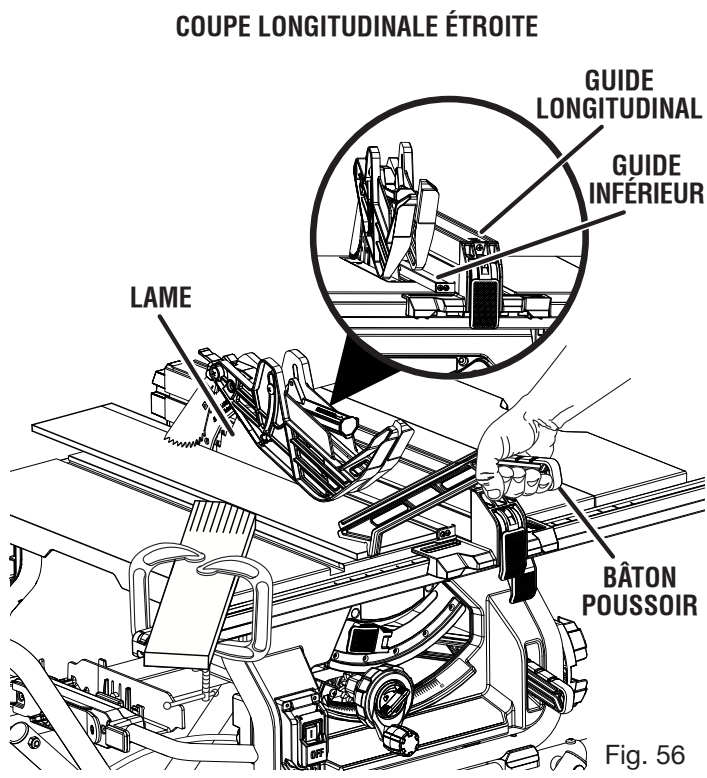

Fig. 56
**NOTE :** L'opération de coupe illustrée à la figure 56 positionnera en résultat la pièce sauvegardée entre le guide longitudinal et le côté droit de la lame. Alternativement, il est possible de placer le guide longitudinal et la partie large de la pièce à travailler sur le côté droit de la lame, ce qui placera la pièce sauvegardée sur la gauche.